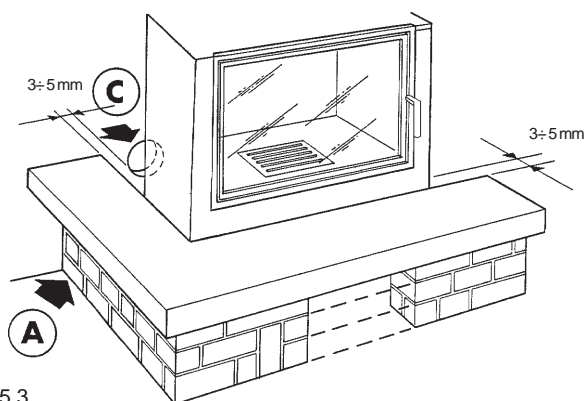

Fig. 5.3
e) Praticare il foro di presa d'aria sul muro esterno in modo che l'aria fredda comburente entri sotto il piano di fuoco (Fig. 5.3 - C). Per quanto riguarda il diametro della presa d'aria, fare riferimento alla tabella caratteristiche tecniche alla fine del presente manuale.
e) Make the air intake hole on the external wall so that the cold combustion air comes in under the hearth (Fig. 5.3) (C). For the diameter of the air intake, refer to the technical characteristics table at the end of this manual.
e) Die Lüftungsöffnung an der Außenmauer anlegen, sodass die kalte Verbrennungsluft unter der Feuerstelle eintritt (Abb. 5.3) (C).